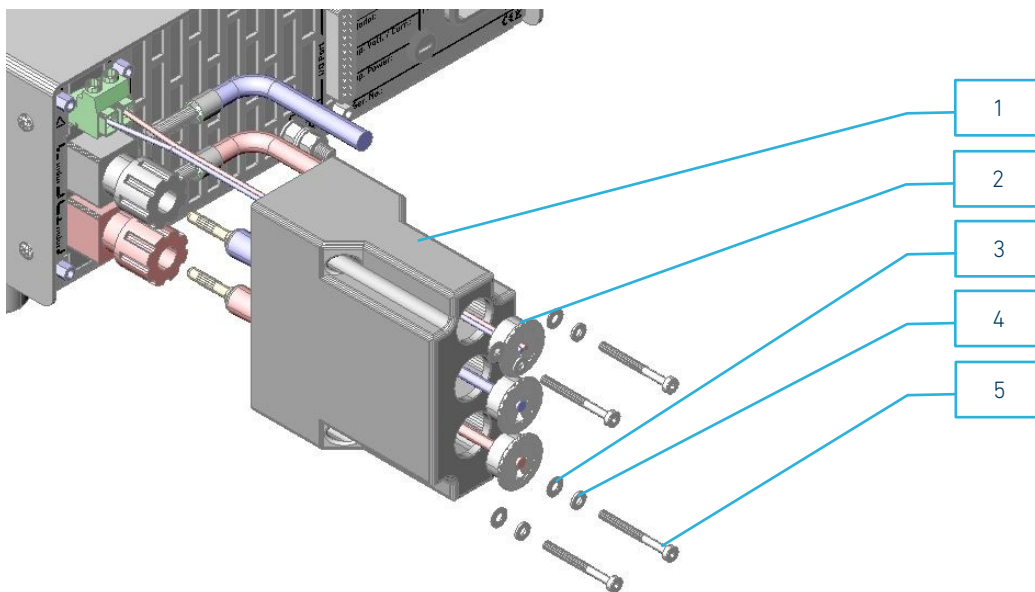

Abbildung 2.14: Bestandteile und Montieren der Sicherheitsabdeckung SAB-HES-2PK/SB
Die folgenden **Nummern** beziehen sich auf Abbildung 2.14.
2. Lastkabel entsprechend Abbildung 2.14 an den Lasteingang anschließen. Möglich sind 4mm-Bananenstecker oder seitlich eingesteckte, verschraubte, abisolierte Leitungen mit Aderendhülsen oder beide.
4. Lose Enden von gesteckten Lastkabeln laut Abbildung 2.14 erst durch die entsprechenden Öffnungen vom Gehäuse **1** und dann durch die Kabeldurchführungen **3** stecken.